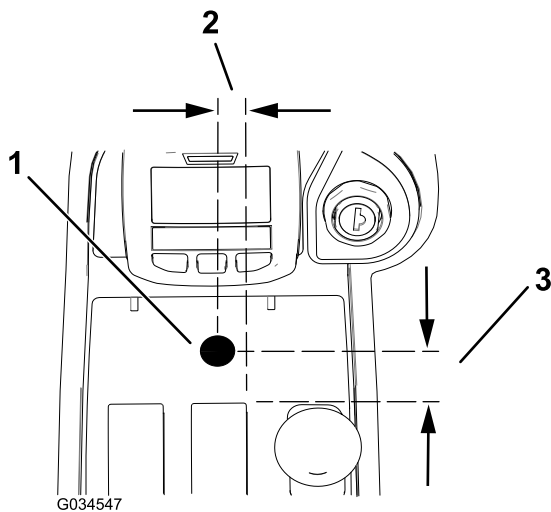

図 15
- 3 1. センターコンソールに直径 13 mm の穴を開ける穴あけ位置については 図 15を参照。